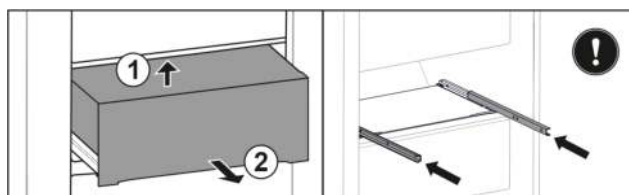

Fig. 126
- Schubfach von unten hinten anheben. Fig. 126 (1)
- Schubfach nach vorne entnehmen. Fig. 126 (2)